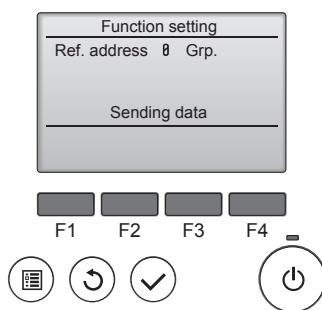

Fig. 6-15
⑤ (Fig. 6-15)
① Aceder ao modo de seleção da função